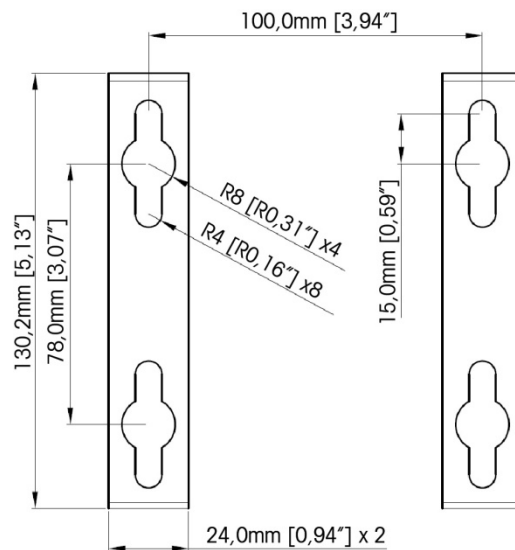

Figura 2-18: Padrão dos Orifícios de Montagem na Parede com Suporte (VESA 100 x 100mm) (em terminais IND570 fabricados depois de abril de 2016)
4. Marque a posição dos orifícios de montagem na superfície vertical usando as dimensões mostradas na Figura 2-18, ou elevando o terminal da superfície e marcando orifícios em todo o suporte.